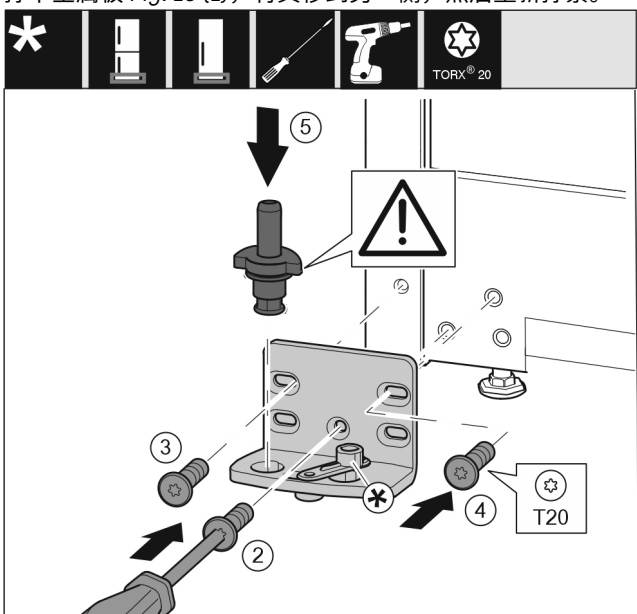

Fig. 17
- ▶ 将托架安装到另一侧，并借助螺丝刀旋紧。用螺钉 Fig. 17 (2) 从底部的中心开始。
- ▶ 拧紧螺钉 Fig. 17 (3) 和螺钉 Fig. 17 (4)。
- ▶ 将轴承螺栓 Fig. 17 (5) 完全装入。同时注意止动凸轮需指向后方。